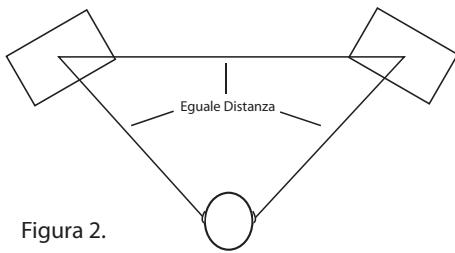

Figura 2.
*Nel posizionare i monitor, create quello che normalmente viene chiamato il "triangolo di missaggio". In questa configurazione ideale, lo spazio tra i monitor sinistro e destro è eguale alla distanza dell'ascoltatore da ognuno dei monitor, in modo da formare un triangolo equilatero (Figura 2).*